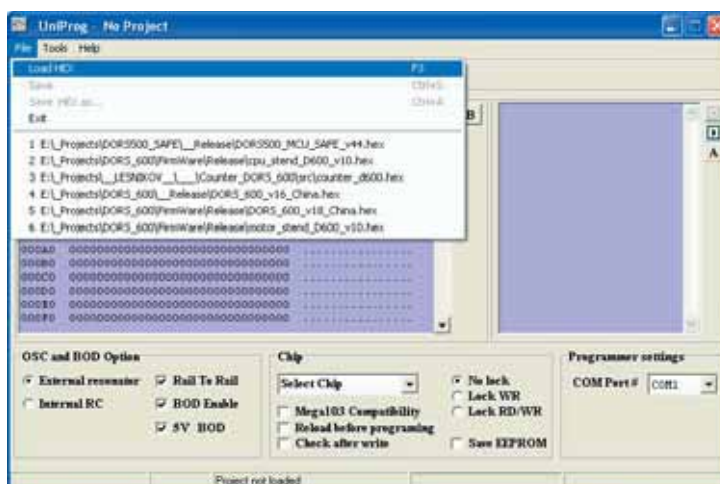

Рис. 57
2.4. В меню выберите пункт File->Load HEX (рис.57).